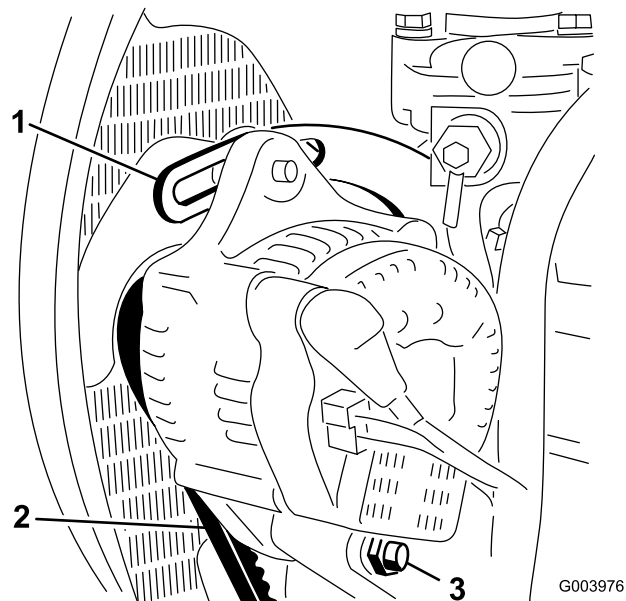

图54
2. 检查交流发电机皮带张紧力的方法：使用 10kg 的力按压交流发电机和曲轴箱皮带轮之间的皮带（图 54）中间位置。
3. 松开将皮带环形支架固定到发动机（图 54）的螺栓，以及将交流发电机固定到皮带环形支架上的螺栓和枢轴螺栓。